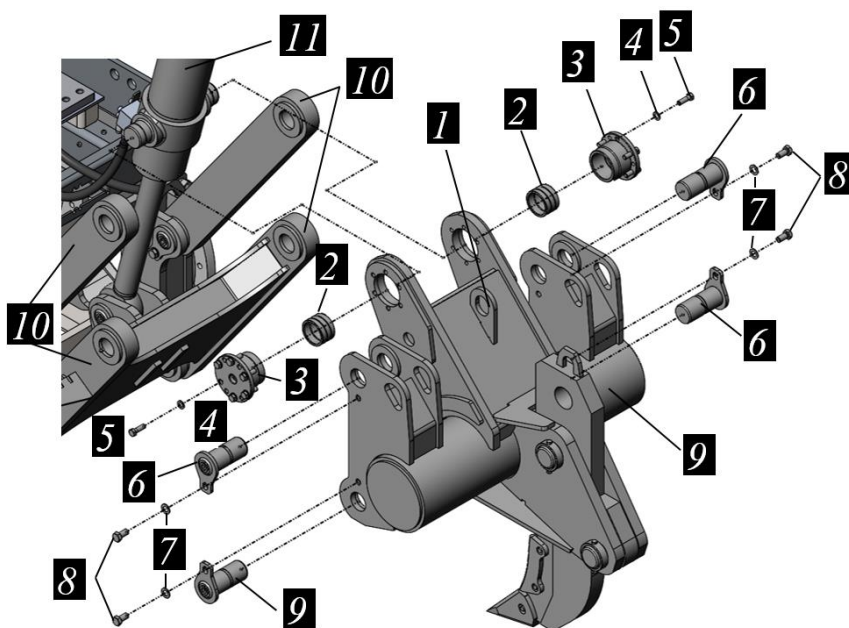

Рисунок 13.18. Балка задняя
- Используя монтажную проушину 1, рис. 13.18, поднять балку 9.